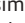

Fig. 159 En el vano motor: tapa de la boca de llenado de aceite del motor (representación esquemática).
4. Localice la boca de llenado de aceite del motor y la varilla de medición del nivel de aceite. La boca de llenado se reconoce por el símbolo  que hay sobre la tapa → fig. 159, y la varilla de medición, por su extremo superior de color. Si no tiene claro dónde se encuentran la tapa y la varilla de medición, acuda a un taller especializado.
9. Desenrosque la tapa de la boca de llenado de aceite → fig. 159.